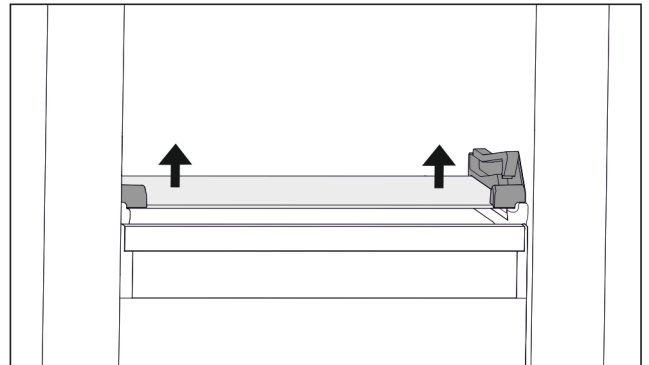

Fig. 107 Glasplatte des abklippbaren Schubfachs
- ▶ Glasplatte von unten beidseitig nach oben drücken. (zie Fig. 107)